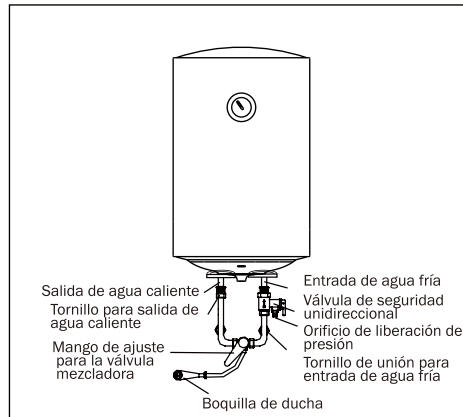

Fig. 3
- Con el fin de evitar fugas al conectar las tuberías, las juntas de goma provistas con el termo deben añadirse al final de los hilos (ver fig.3.) Asegurar juntas a prueba de fugas.